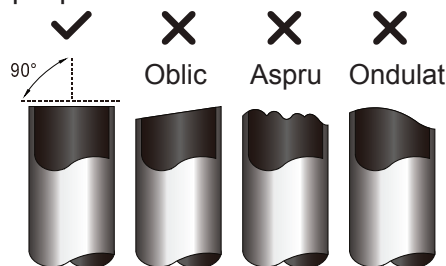

Fig. 6.1
3. Asigurați-vă că țeava este tăiată la un unghi perfect de 90°. Consultați Fig. 6.1 pentru exemple proaste de tăiere.